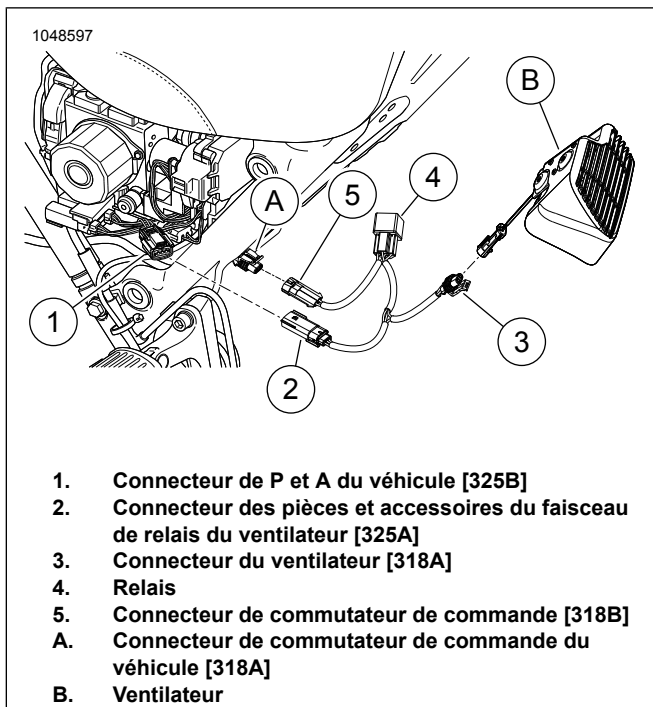
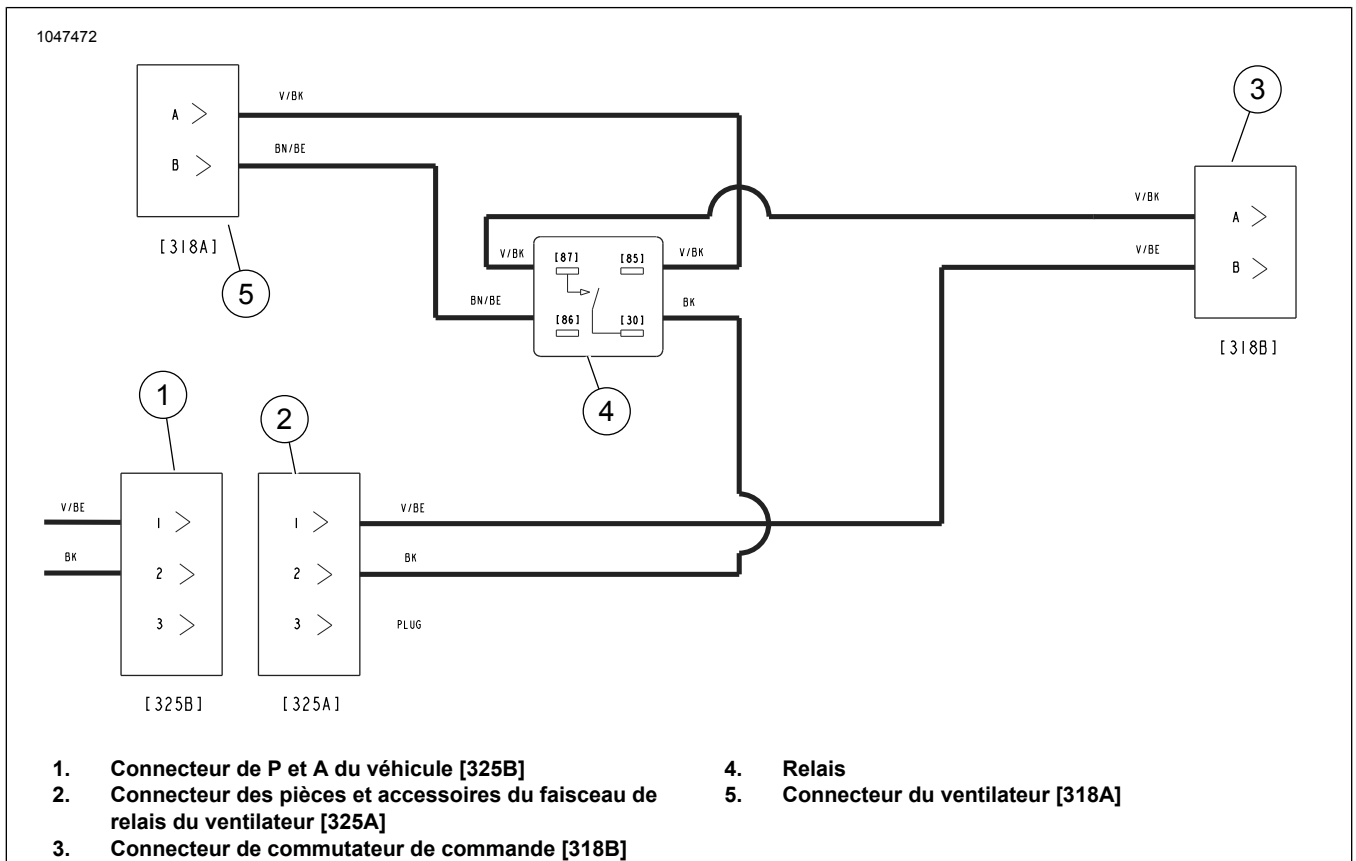

Figure 4. Connecteurs de faisceau
Figure 5. Schéma de câblage du ventilateur de confort thermique
Consultez Figure 5 . Installer le faisceau d'adaptateur de circuit commuté optionnel si plus d'un accessoire doivent être connectés entre le connecteur de P et A du véhicule (1) et le connecteur de faisceau de relais du ventilateur (2).
Consultez Figure 4 et Figure 5 . Connectez les connecteurs du faisceau.